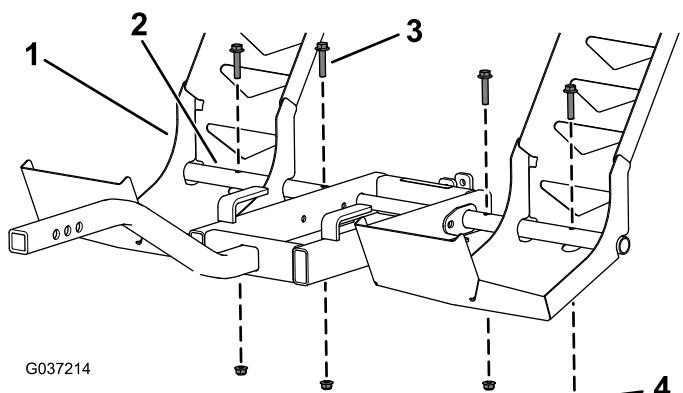

Рисунок 5
- Совместите отверстия в поворотном валу разбрасывателя с отверстиями в левом и правом наклонных въездах разбрасывателя и закрепите их при помощи 4 винтов с фланцевыми головками (5/16 x 1-1/2 дюйма) и 4 фланцевых гаек (5/16 дюйма), как показано на Рисунок 5.